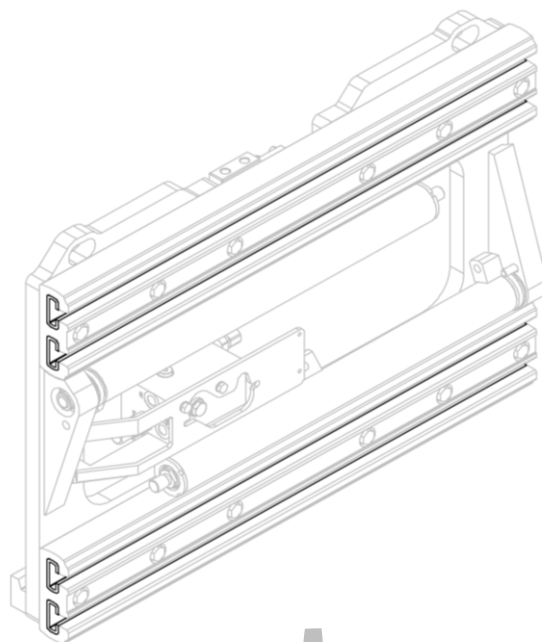
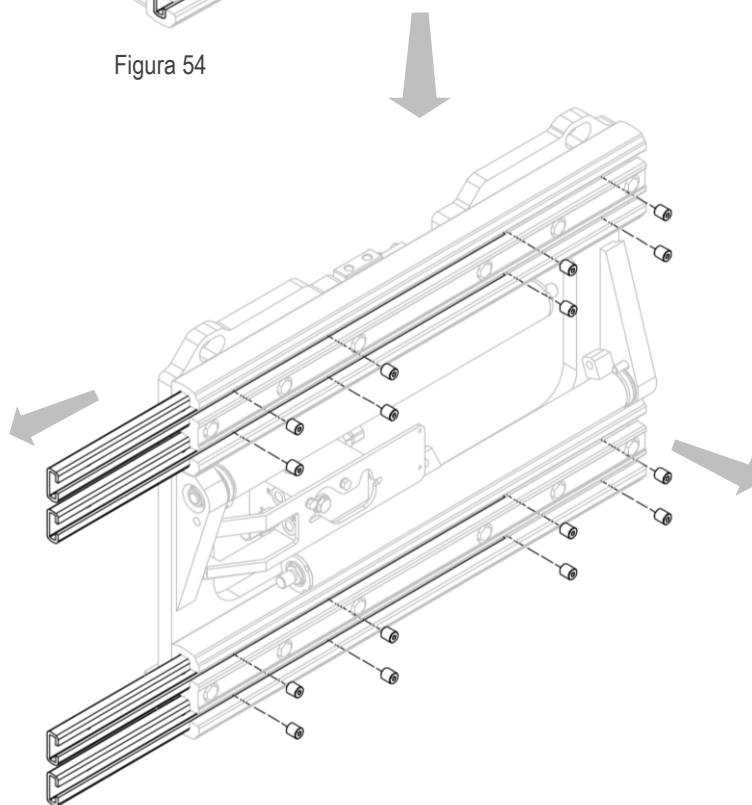

Figura 54
Figura 55
3. Rimuovere le boccole in nylon dopo aver svitato i relativi grani (vedi *Figura 54* e *Figura 55*).